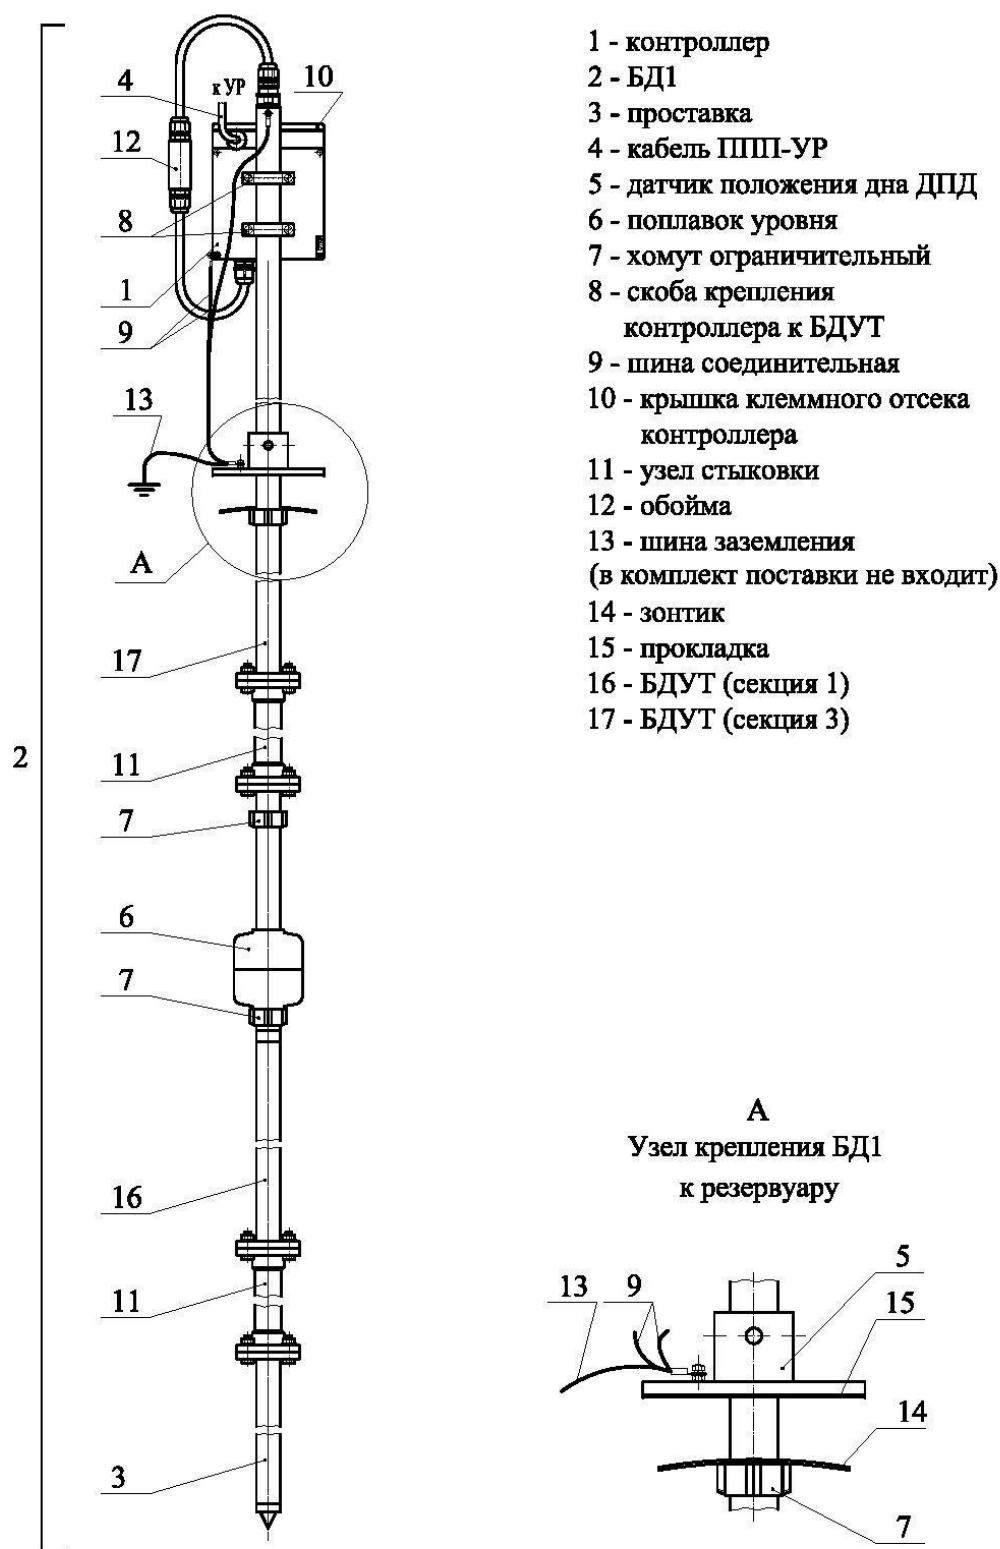

Рисунок 2.1 – ППП НБ/ТР КШЮЕ.407533.008
2.2.1.1 В БДУТ (секция 3) придвинуть вплотную зонтик 14 к ограничительному кольцу 7 (рисунок 2.1).
2.2.1.6 Установить прокладку 15 и ДПД 5 (рисунок 2.1) на посадочное место резервуара, закрепить ДПД 5 гайками М8, входящими в комплект поставки.
3.1.3 Отсоединить от ППП шину заземления 13 (рисунок 2.1).